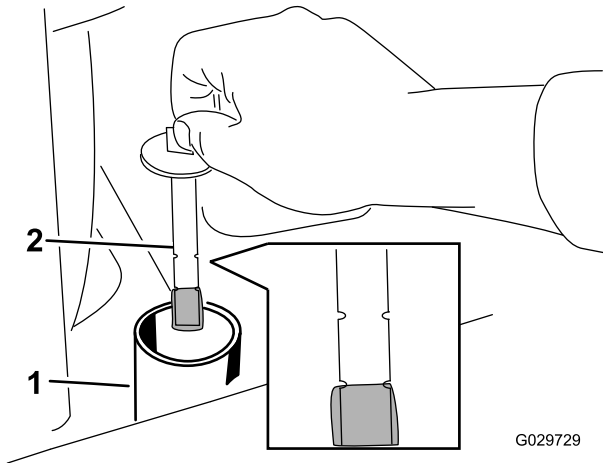

Bild 73
6. Entfernen Sie den Deckel des Hydraulikbehälters und den Peilstab (Bild 73).